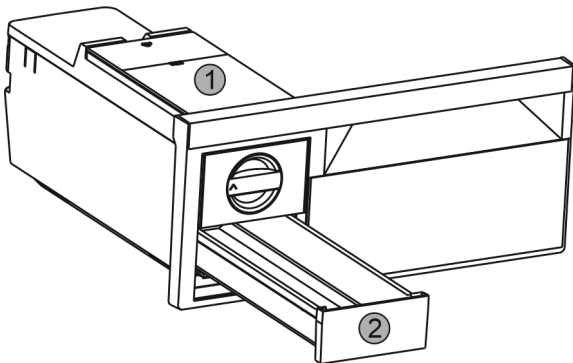

Fig. 35
- ▶ Watertank Fig. 35 (1) en ijsblokjeslade Fig. 35 (2) verwijderen.